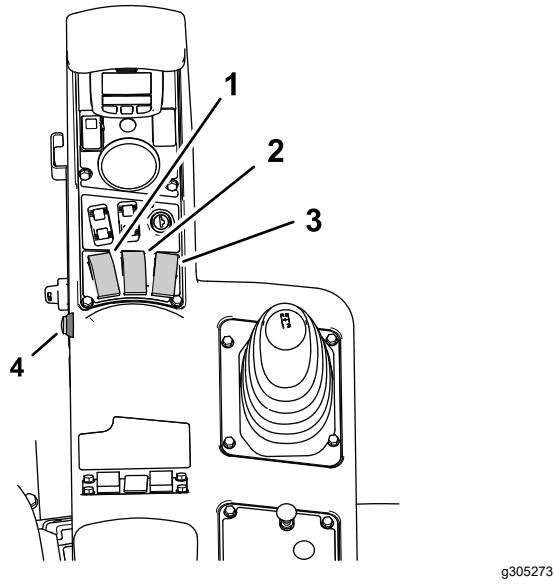
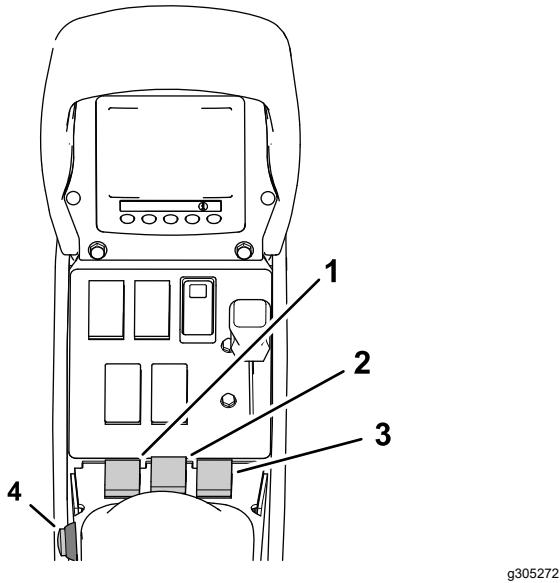

Figure 154
Figure 155
- Réglez les 3 interrupteurs de section (situés dans la console de commande de la machine) à la position ACTIVÉE (Figure 154 et Figure 155).
2. Appuyez sur la commande générale des sections sur la machine (Figure 154 ou Figure 155).